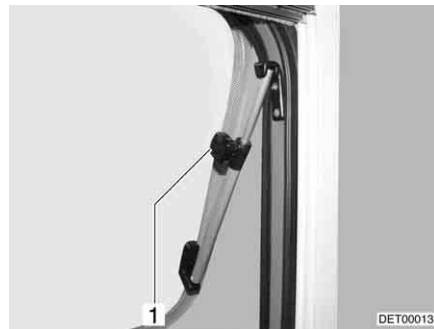

Bild 75 Överkantshängt fönster med vridspärr
- Öppna det överkantshängda fönstret till önskat läge och lås det med den lettrade hylsan (Bild 75,1).
- Vrid den lettrade hylsan (Bild 75,1) tills låsningen släpper.